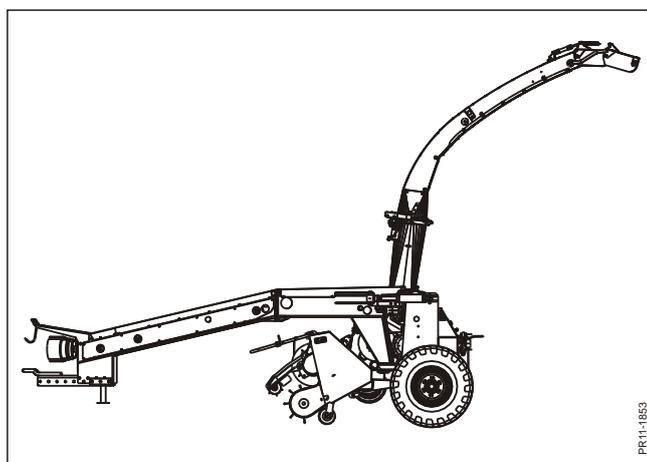

Abb. 3-18
**Abb. 3-18** Die Maschine kann mit einem Auswurfkrümmer mit einer Transporthöhe von 4,4 Metern ausgerüstet werden. Dieser Auswurfkrümmer kann nicht für den Transport eingeklappt werden.